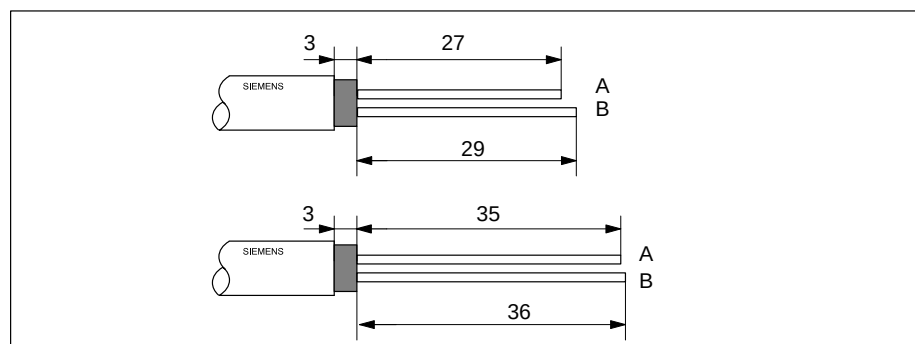

Figura 3-11 Longitud de pelado para el conector de bus (6ES7 972-0BA30 ...)
1. Pelar el cable de bus según la figura 3-11.